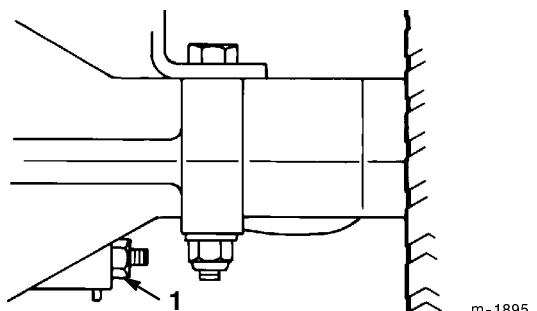

Bild 18
Die Bremse befindet sich an der rechten Seite der Hinterachse im Hinterreifen (Bild 18). Wenn die Bremse nicht sicher greift oder die Bremsleistung nicht ausreicht, ist eine Einstellung erforderlich.
- Drehen Sie zum Erhöhen des Bremswiderstands die Bremseneinstellmutter (Bild 18) 1/8 Umdrehung im Uhrzeigersinn; dann kontrollieren Sie die Bremse wieder. Wiederholen Sie die Einstellung und Kontrolle so lange, bis die Bremse richtig eingestellt ist.